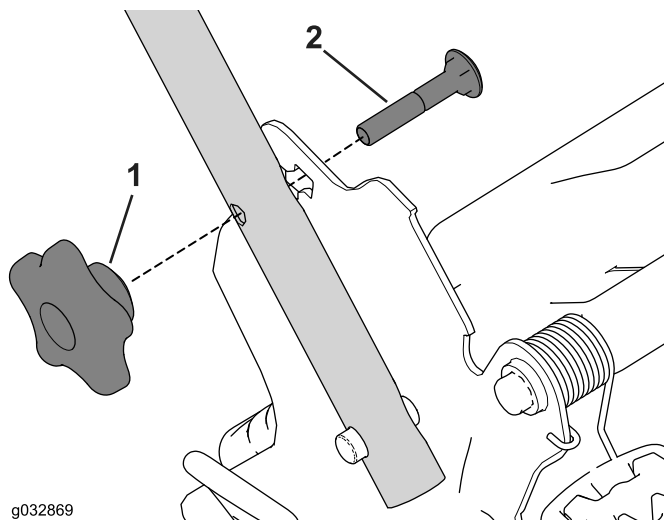

Figura 31
1. Retire y guarde los 2 pomos del manillar y los 2 pernos de cuello cuadrado de los soportes del manillar (Figura 31).